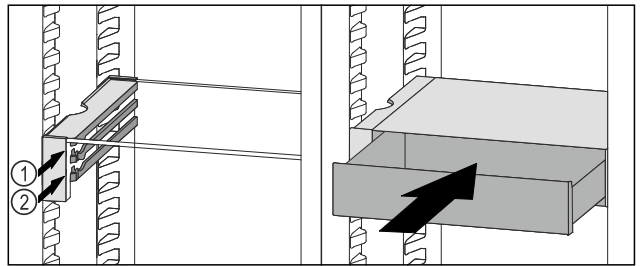

Fig. 101
- VarioSafe-Schubfach hinter den Stoppern auf gewünschter Rippe Fig. 101 (1) oder Fig. 101 (2) aufsetzen.